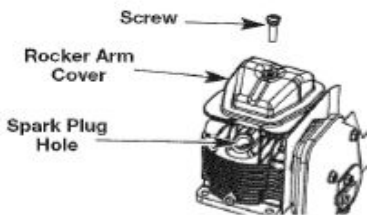

Рис. 28
- поршень находится в верхней мертвой точке (положение поршня отчетливо видно через отверстие свечи зажигания (Рис. 28);